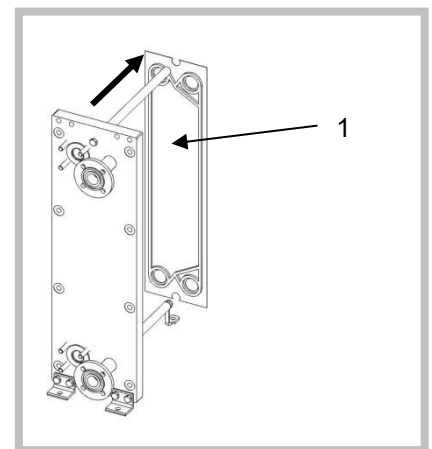

Figura 35
2. Deje que una segunda persona asegure las placas para que no se desplacen. Deslice la placa intercambiadora de calor [1] individualmente hacia afuera de la barra soporte (Figura 35).